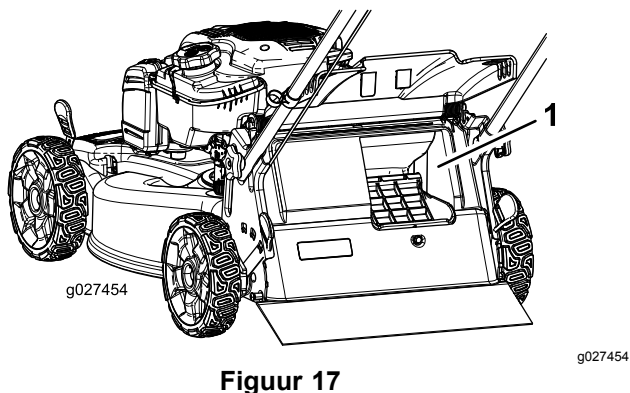

Figuur 16
- **Als u het gras en de bladeren wilt opvangen**, druk dan op de knop van de grasvangerhendel en beweeg deze naar voren tot de knop op de hendel naar boven klikt (Figuur 16).